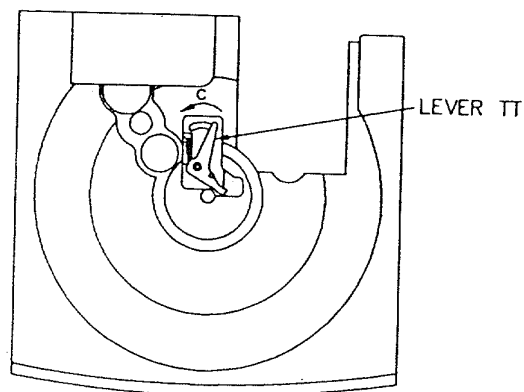

Figure 7
4. ターンテーブルの組立方法 (figure 7)
- 1) LEVER TT を "C" の方向に押しながら、TURN TABLE 5CD を組み込む。(figure 7)
\* 組み込む際の TURN TABLE 5CD の CD 番号 (1~5) は任意で構いません。(figure 7)
4. How to reassemble the TURN TABLE. (figure 7)
- 1) Push LEVER TT in the direction of "C", and put in the TURN TABLE 5CD. (figure 7)